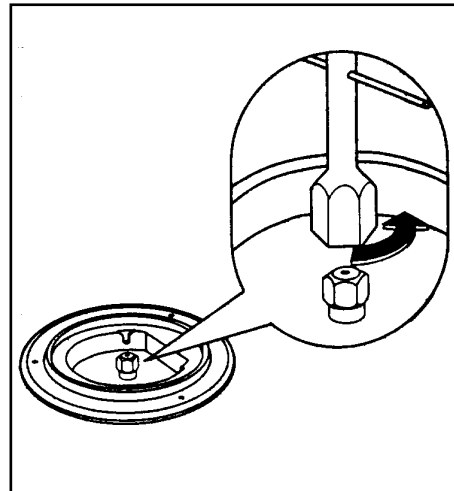

Fig. 11
- 3) Usando una llave de tubos de 7 mm, desatornille y retire (Fig. 11) los picos y reemplácelos con otros adecuados para el tipo de gas que se usa.